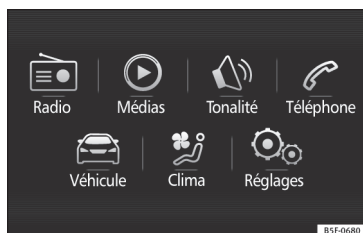

Fig. 41 Easy Connect : Menu principal.
- Appuyez sur le bouton **MENU** du système d'infodivertissement puis sur le bouton de fonction **Véhicule** » fig. 41 ou sur la touche **CAR** du système d'infodivertissement pour atteindre le menu **Véhicule** » fig. 42.